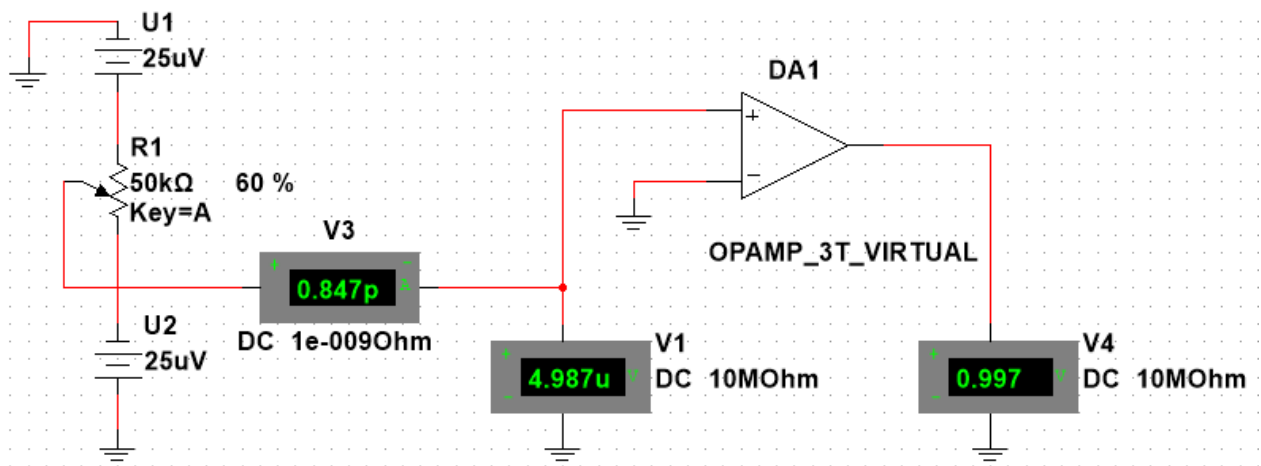

Рисунок 9.1
1.1 Зберіть схему, наведену на рис. 9.1 з ідеальним ОП.